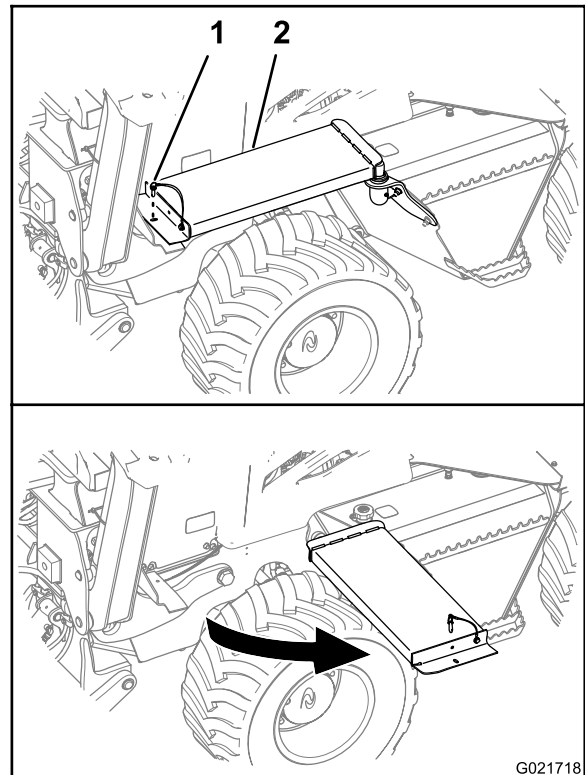

Figura 34
- A. Sul lato sinistro della macchina, rimuovete il perno di fissaggio dall'estremità anteriore della pedana (Figura 34).
- B. Ruotate la pedana estraendola dalla macchina come illustrato in Figura 34.
- A. Ruotate l'estremità anteriore della pedana riportandola nella sua posizione originale (Figura 34).
- B. Allineate il foro della pedana con il foro nella relativa staffa di supporto (Figura 34).